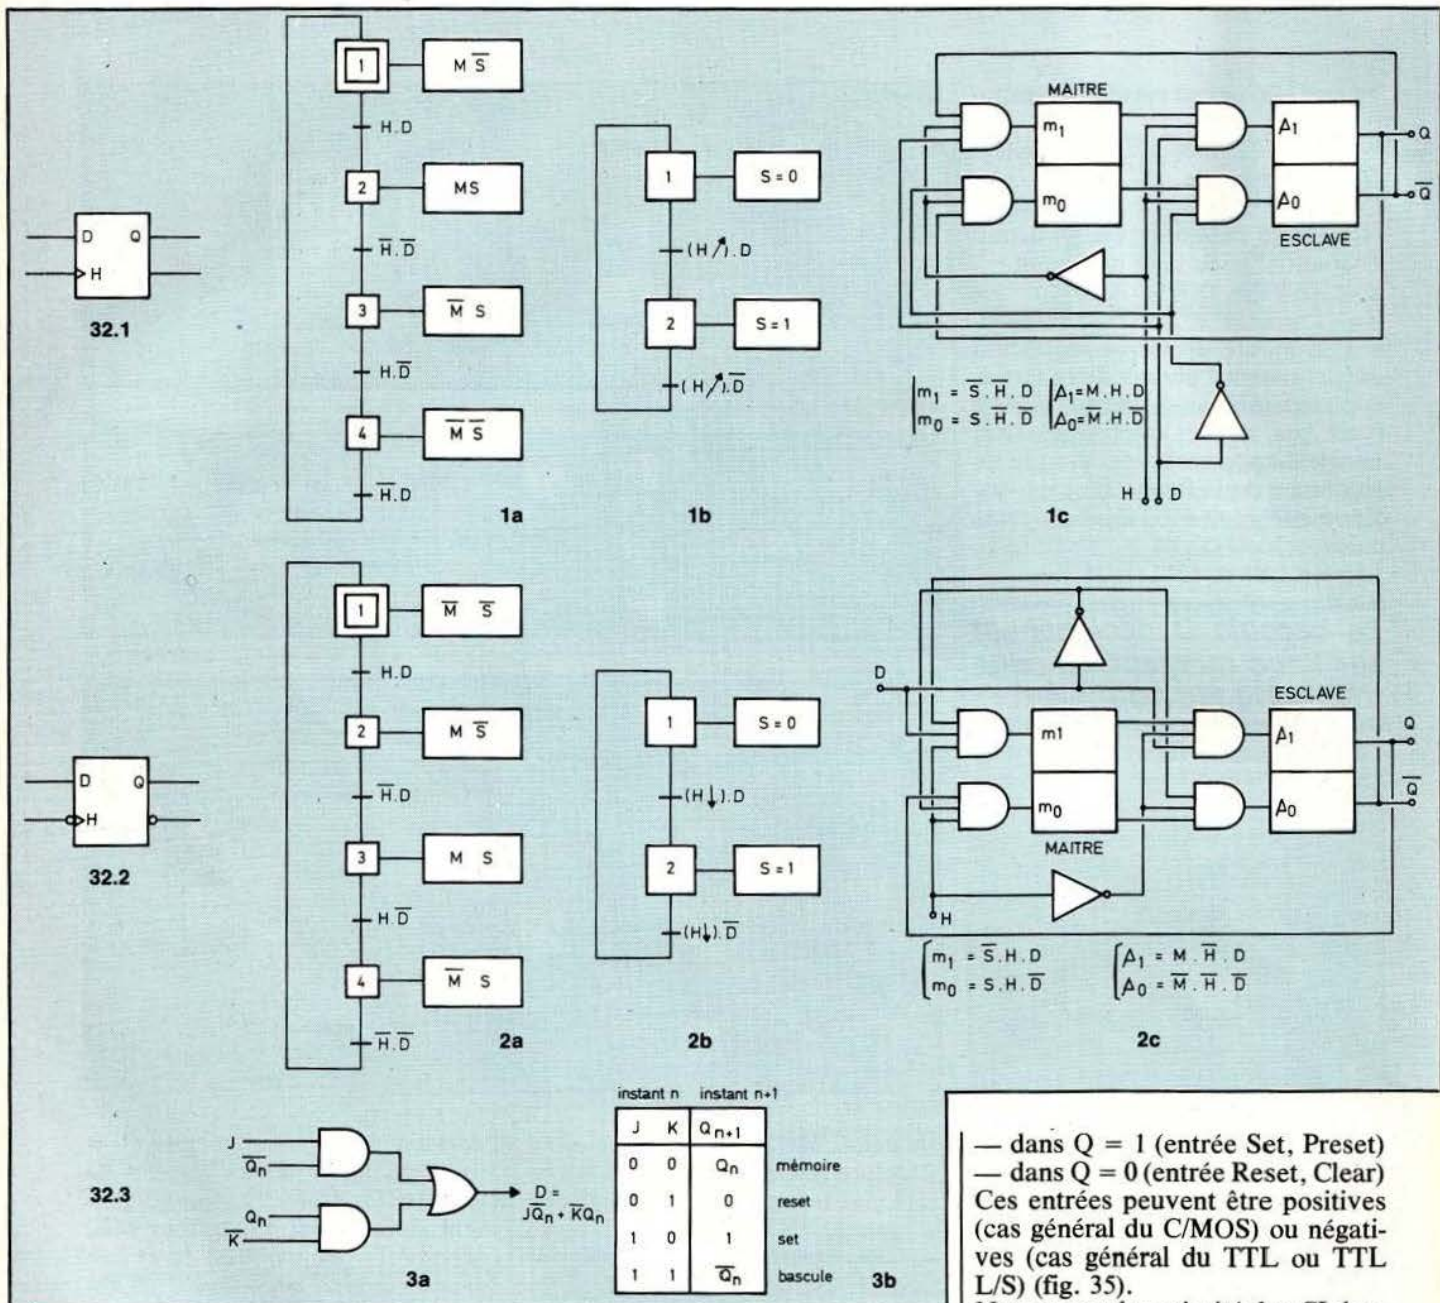

Figure 32.
bascules. Le fonctionnement peut alors être décrit par les grafctets de la figure 32; 1b et 2b : fonctionnement global vu de l'extérieur avec réceptivités dynamiques; 1a et 2a : fonctionnement décomposé au niveau Maître (M) et Esclave (S) et avec des réceptivités statiques (deux fois  $H\uparrow$ , de suite, implique un retour de H à 0).
des bascules Maître (M) et Esclave (S) sachant que ces bascules sont du type RS asynchrone. Ces équations et les logigrammes correspondant sont donnés figure 32 (1c et 2c). En